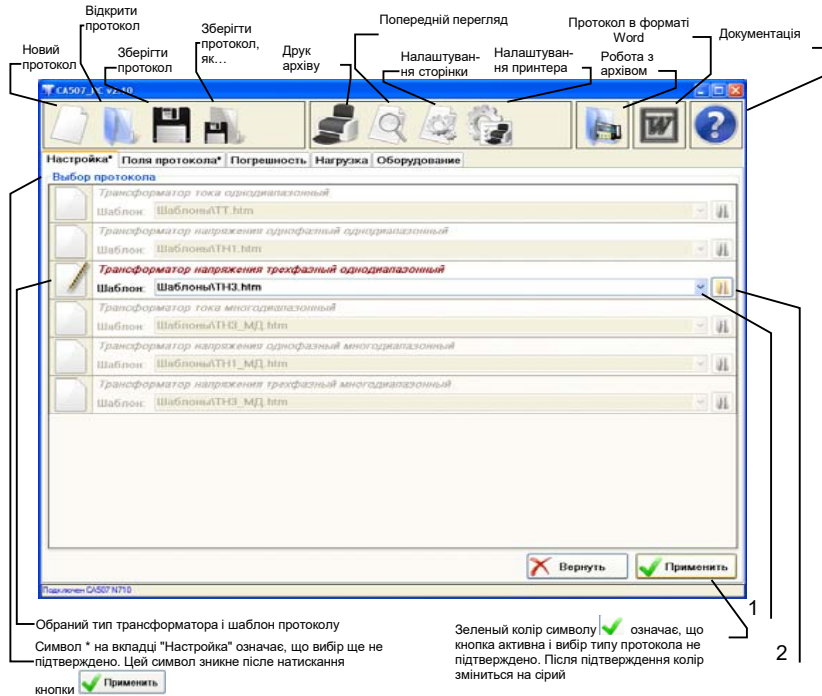

Рисунок 2.2
2) Якщо запропонований шаблон протоколу не влаштовує, можна обрати інший варіант зі списку шаблонів, що використовувались раніше (поз.1, рисунок 2.2), або клацнути по кнопці  (поз.2, рисунок 2.2) і вибрати шаблон з папки "Шаблони" або іншої, яку створив оператор.
1) Підготовку нового протоколу виконати відповідно до розділу 2.1.2, вибравши на вкладці "Настройка" в розділі "Выбор протокола" (рисунок 2.2) варіант "Трансформатор тока многодиапазонный". Клацнути по кнопці .